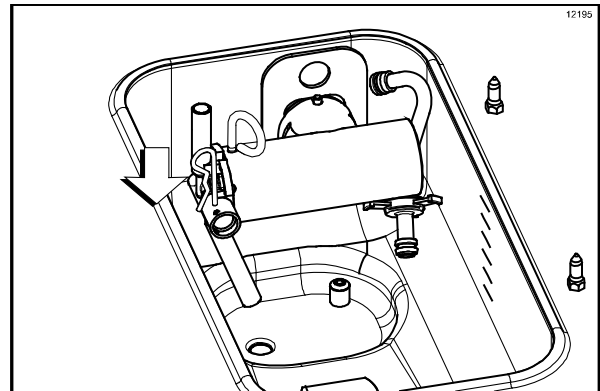

Figure 162
17. Retirer la tige de retenue de la pompe. Poser le tube d'alimentation de mélange à la verticale dans le coin du réservoir à mélange. Mettre la tige de retenue en place dans le raccord de sortie de la pompe (Cf. Figure 162).